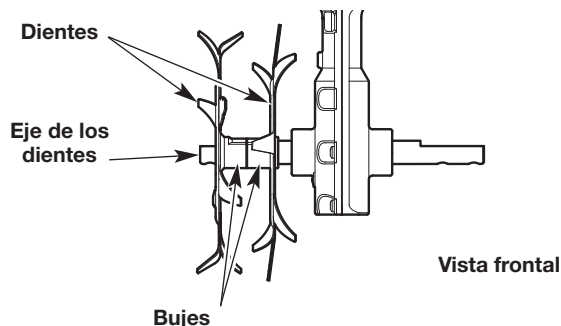
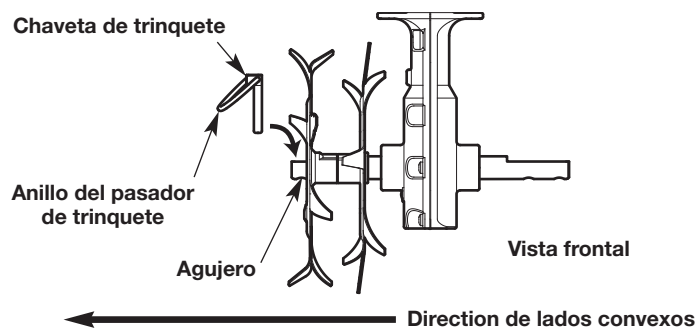

Fig. 9
Fig. 10
1. Extraiga el pasador de trinquete del extremo de cada eje de los dientes (Fig. 10). Deslice los dientes fuera de sus ejes. (Fig. 9).
2. Deslice dos dientes nuevos sobre uno de los ejes de los dientes. Los bujes deben quedar enfrentados entre sí (Fig. 9).
NOTA: Cada uno de los dientes tiene un lado convexo. Asegúrese de que los lados convexos estén posicionados tal como se muestra (Fig. 10).
3. Inserte el pasador de trinquete por el orificio en el extremo del eje de los dientes (Fig. 10). Empuje el anillo del pasador de trinquete hasta que calce en su lugar con un clic.